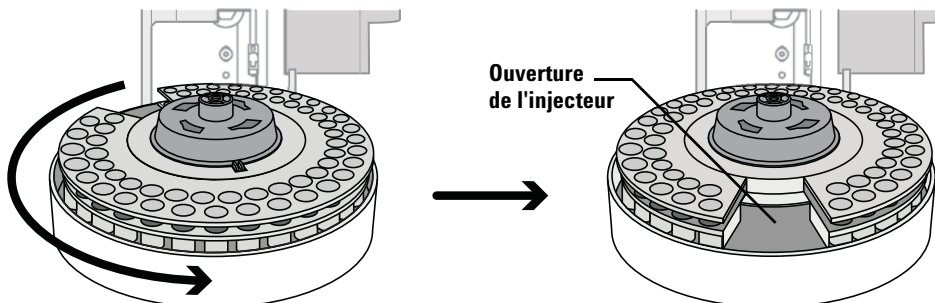

Figure 60 Faites tourner la tourelle de sorte que l'ouverture de l'injecteur se trouve face à l'avant de ALS
- 3 Faites tourner la tourelle de sorte que l'ouverture de l'injecteur se trouve face à l'avant de ALS (Figure 60).
- 5 Tout en maintenant la tourelle en place, faites tourner le chapeau de la tourelle dans le sens des aiguilles d'une montre jusqu'à ce qu'il soit en place sur le moyeu de la tourelle. Assurez-vous que les fentes du chapeau de la tourelle soient alignées à l'ouverture de l'injecteur comme montré dans la Figure 60.